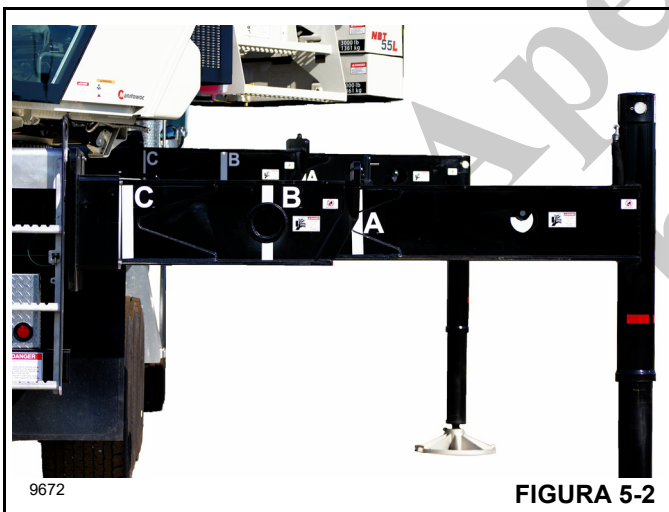

FIGURA 5-2
1. Estenda totalmente e apoie os estabilizadores. Consulte a Figura 5-2.